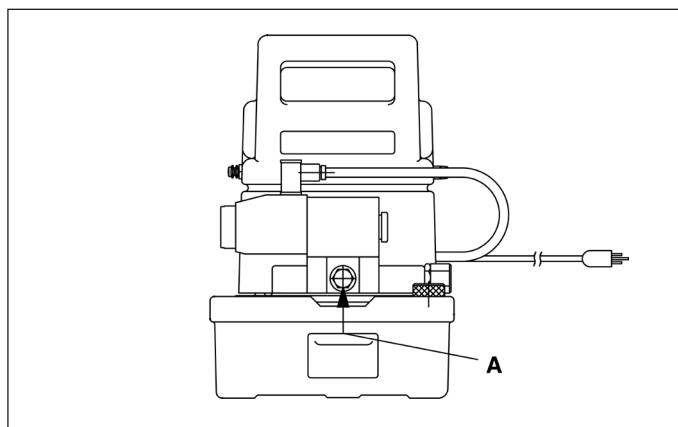

Figura 4
1. La manguera entre la bomba y el cilindro se conecta directamente en la conexión (A) de la válvula de control (vea Figura 4).
2. Si se desea instalar un manómetro, debe montarse un adaptador en la conexión (A) de la válvula. Usar un manómetro de 0-700 bar [0-10,000 psi].